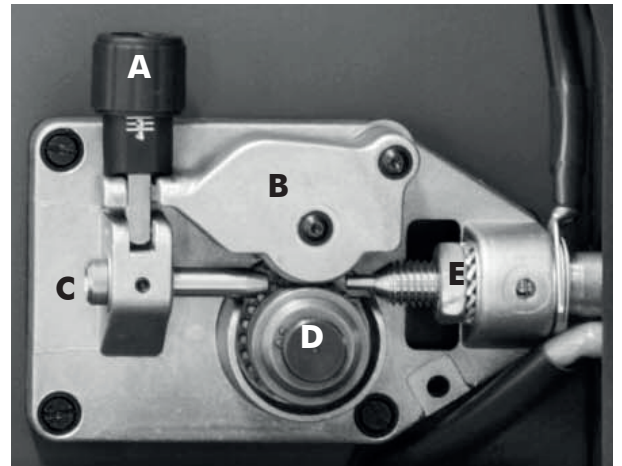

**Figure 4**
- Aprite il pannello laterale del vano bobina. Svitare il dado (A) dell'aspo ruotandolo fino alla posizione 1 (tamburo del freno). Rimuovete il collare (se presente); Nel caso stiate sostituendo la bobina, sfilate il rocchetto vuoto premendo il piolino a scatto (D).(Fig.4)
- Rimuovete l'involucro che avvolge la bobina e collocatela sull'aspo. Rimontate i collari (solo per bobine da 5Kg, quello di larghezza inferiore E va collocato tra la bobina e la parete dell'aspo) e riavvitate infine il dado (A) ruotandolo di 180° (posizione 2).
- Rimuovete dall'aspo (C) la bobina montata (B).
- Svitare il volantino (A), sfilate la molla e la rondella interna; togliete l'aspo (C) dal perno.
- Riavvitate il volantino (A).